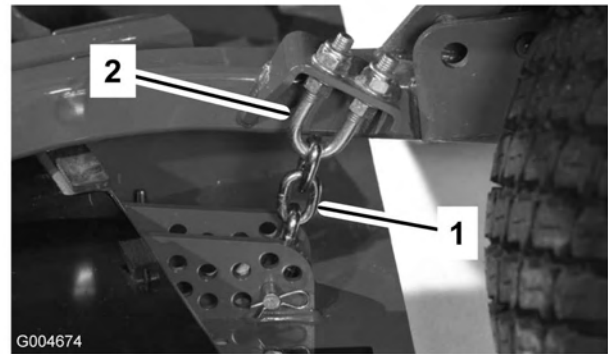

Bild 81
1. Lockern Sie die Klemmmuttern an der Ober- oder Unterseite des U-Bügels an der Schnitthöhenkette (Bild 81).